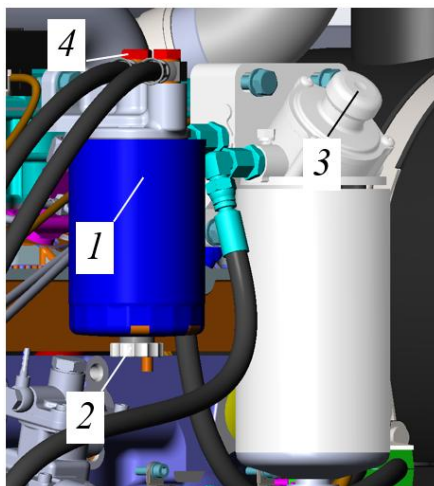

Рисунок 5.30. Фильтр тонкой очистки топлива
Фильтр тонкой очистки топлива 1 размещен на двигателе в моторном отсеке машины, см. рис. 5.30.
- ▶ Открыть резьбовую пробку 2, для этого – повернуть пробку против часовой стрелки, слить отстой, конденсат, рис. 5.30.
- ▶ Выкрутить на 2...3 оборота пробку 4 для удаления воздуха на корпусе топливного фильтра. Ручным топливopодкачивающим насосом 3 прокачать систему до появления топлива без пузырьков воздуха, заворачивая при этом пробку 4 (рис. 5.30).